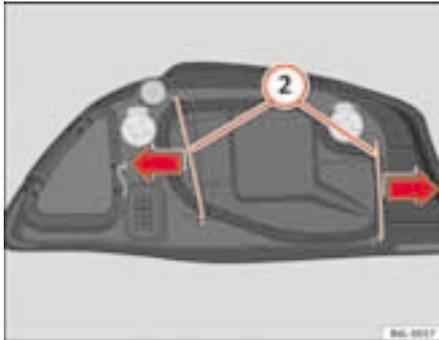

Fig. 145 Lámpara luz de cruce
- Desplace los tirantes ② ⇒ fig. 145 hacia afuera, en el sentido de las flechas y retire la tapa.
- Coloque la tapa de plástico y coloque los tirantes ② ⇒ fig. 145.